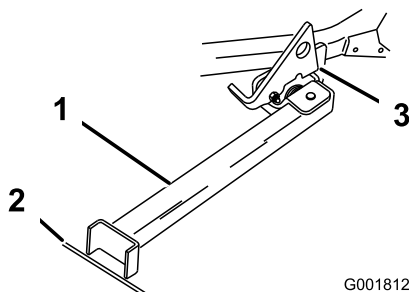

Figura 27
3. Alzate il dispositivo di chiusura. Portate il piede del supporto sul davanti e spostate il supporto verso la macchina, nell'intaglio inferiore (Figura 26e Figura 27).
- Mettete a terra il piede del supporto ed appoggiate il dispositivo di chiusura sull'aletta orientabile (Figura 27).
Nota: Per ottenere risultati ottimali, appoggiate il piede del supporto nelle fessure del marciapiede o nel tappeto erboso (Figura 27).
- Guidate sul supporto. Fermatevi quando il dispositivo di chiusura cade sull'aletta e si chiude (Figura 27). Una volta sul supporto, innestate il freno di stazionamento e spegnete il motore.